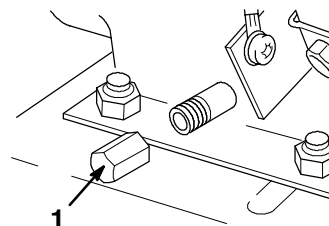

Figure 19
4. Nettoyez la surface autour du bouchon de vidange d'huile (Fig. 19).
5. Placez le bac de vidange sous le tube de vidange, et retirez le bouchon (Fig. 19).